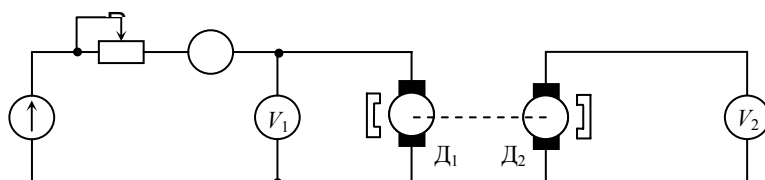

Рис. 11.1
- б) собрать схему, показанную на рис. 11.1, включить питание стенда (5 вольт);